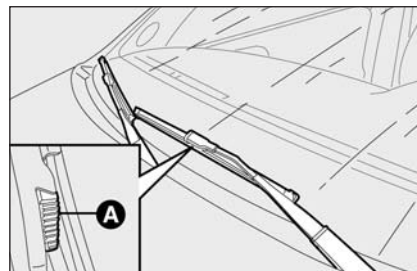

fig. 23
- ☐ appuyer sur les languettes **A-fig. 23** (placées sur les côtés de la brosse) et enlever du bras le balai;